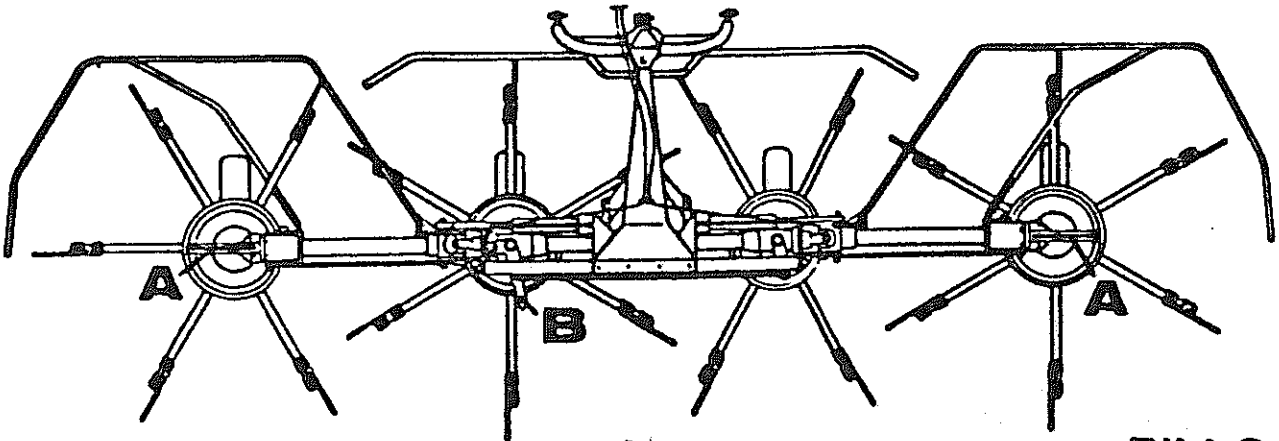

Bild 6
Zunächst (nach Bild 6) Stellhebel (A) an beiden Außenkreiseln entriegeln. Dann schwenkt man mit Handhebel (B) die gesamte Maschine in Schrägstellung, bis der Bolzen wieder einrastet. Dann äußere Laufräder wieder arretieren. Diese Umstellung ist wegen der Gewichtsverlagerung möglichst nicht quer zum Hang vorzunehmen. Fahrgeschwindigkeit und Drehzahl nicht zu hoch wählen.